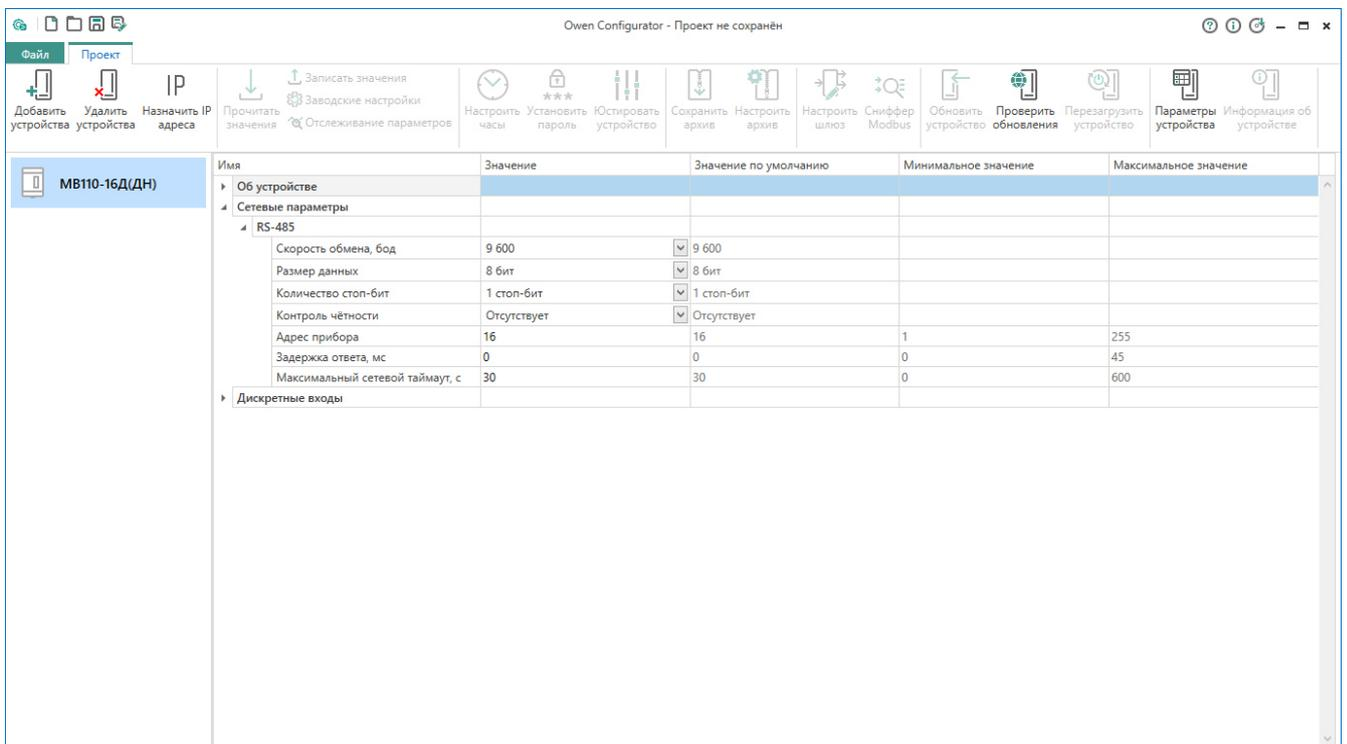

Рисунок 14 Окно с параметрами модуля
7. Выбрать найденный прибор (нажать галочкой) и далее снизу нажать кнопку «**Добавить устройства**». Появится окно (см. Рисунок 14) с настройками параметров модуля.